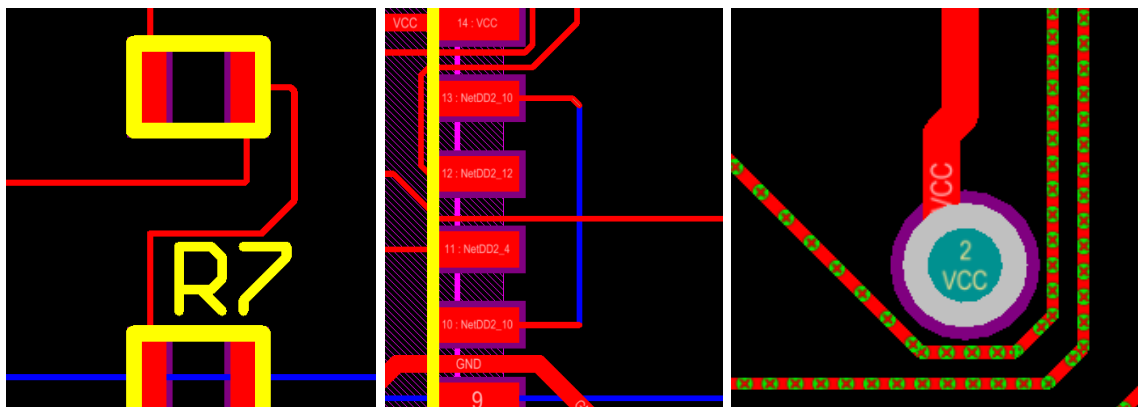

Рис.9. Помилки трасування
4.3. Після трасування необхідно перевірити роботу AD, оскільки бувають випадки, коли виникають помилки. Найрозповсюдженими є (Рис.9): неоптимальне прокладання провідника, відсутність перехідного отвору, порушення правил трасування (підсвічується зеленим кольором) і т.п..